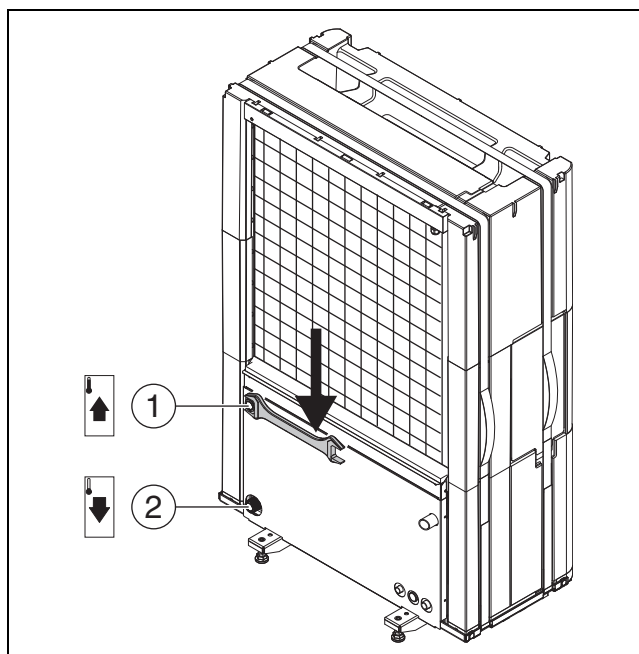

Fig. 15 Tilslutning af varmebærrørene, gælder for alle størrelser
- Tilslut fremløbet til indendørsenheden på varmepumpens varmebærerudgang (→ [1], fig. 15).
- Tilslut returløbet fra indendørsenheden på varmepumpens varmebærerindgang (→ [2], fig. 15).
- Tilspænd tilslutningerne til varmebærrørene med et tilspændingsmoment på 120 Nm. Led kraften nedad (→ fig. 15) for at undgå en sideværts belastning af kondensatoren. Hvis ikke tilslutningen er tilstrækkelig tæt, kan forbindelsen tilspændes med et tilspændingsmoment på op til 150 Nm. Hvis tilslutningen stadig ikke er tæt, tyder dette på en beskadigelse af pakningen eller det tilsluttede rør.